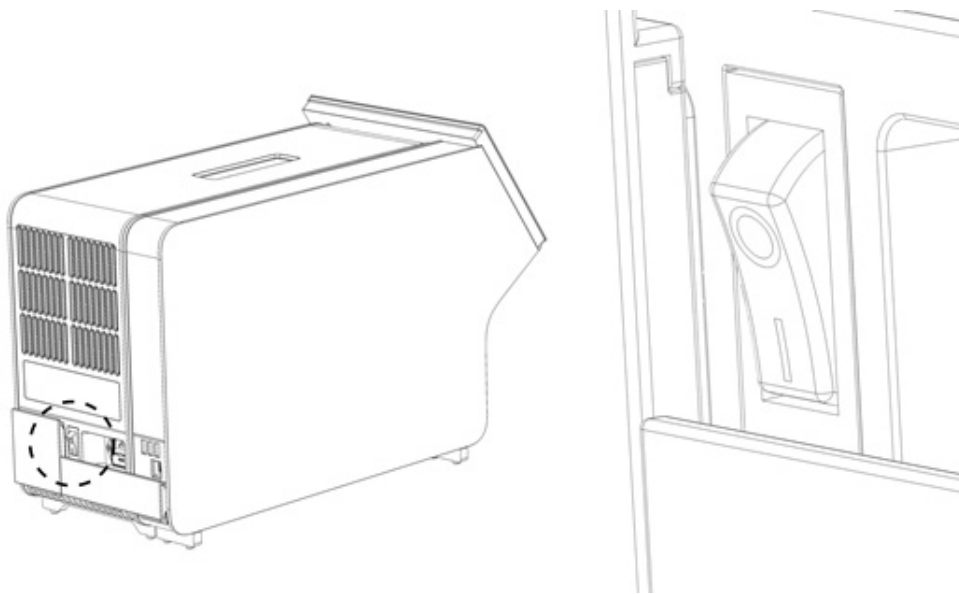

図 11.電源スイッチの場所を探し、「I」の位置に設定。
9. 解析モジュールの背面の電源スイッチを「I」の位置に押して、本機器の電源をオンにします（図11）。解析モジュールと操作モジュールのステータスインジケータが青色であることを確認します。